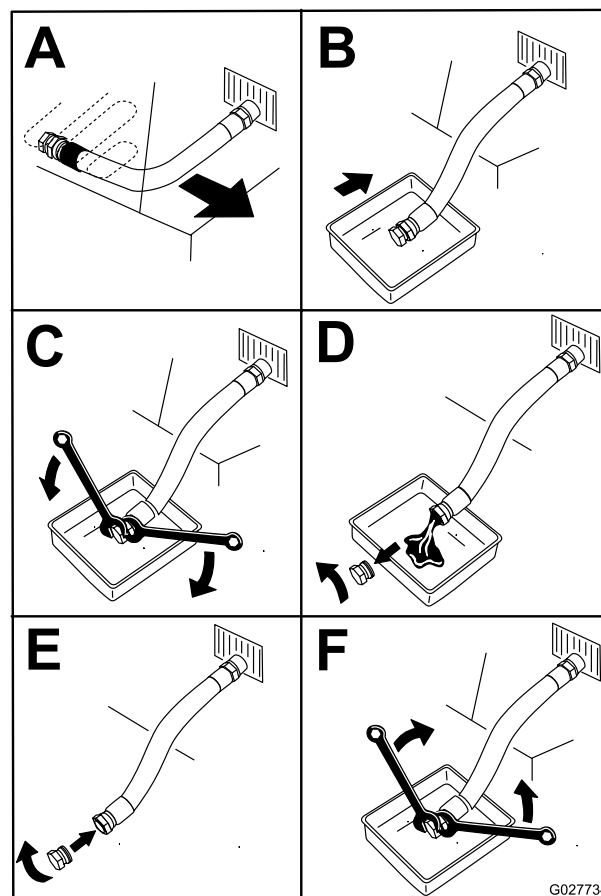

Bild 29
4. Wechseln Sie das Motoröl, wie in Bild 29 abgebildet.